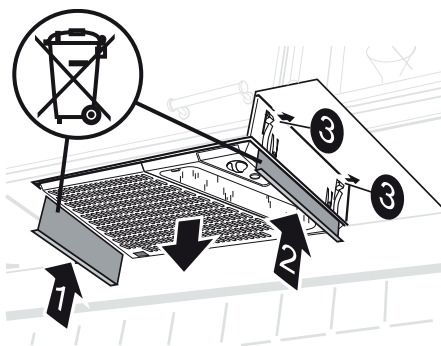

Fig. 5
Pressen die Demontageplatten (1 und 2) nach oben zwischen Dunstabzugsgebläse und Aufhängerahmen, um die Federn (3) freizugeben. Ziehen Sie das Dunstabzugsgebläse vom Aufhängerahmen herunter, Fig. 5.